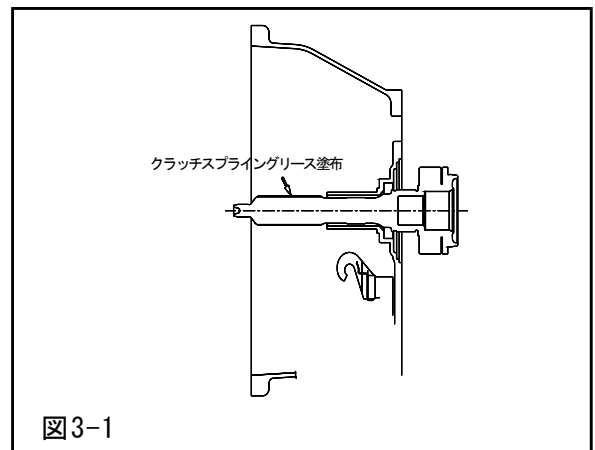

図3-1
- (1)トランスミッションのメインドライブシャフトのスプライン部にクラッチ スプライングリース (トヨタ純正品番08887-01706又は相当品) を適量塗布した後、キット内のディスクAssyをスプライン部分にはめ込んで前後にスライドさせ、均等に伸ばしてください。(図3-1)